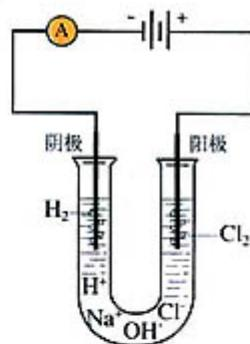

图 2-9 电解饱和食盐水实验装置
在氯碱工业中，通过电解^①饱和食盐水的方法得到 NaOH 、 Cl_2 和 H_2 。其原理可以通过图 2-9 所示的实验装置来说明。我们知道，在氯化钠溶液中存在着 Na^+ 、 H^+ 、 Cl^- 、 OH^- 四种离子，当接通直流电源后，带负电的 OH^- 和 Cl^- 向阳极移动，带正电的 Na^+ 、 H^+ 向阴极移动。在所给的电解条件下， Cl^- 比 OH^- 容易失去电子， H^+ 比 Na^+ 容易得电子，在两极分别发生下列反应：